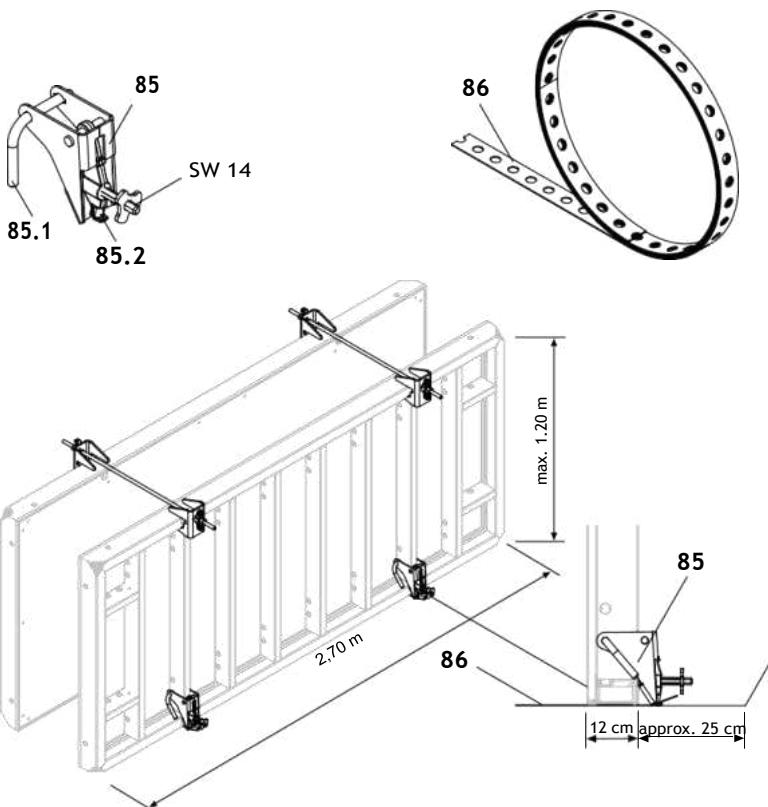

Fig. A15.02
1. Поставете TRIO елемента върху перфолентата (86).
2. Фиксирайте обтегача за перфолента TRIO TLS (85) в най-долния отвор с болтове (85.1).
- (Fig. A15.02)